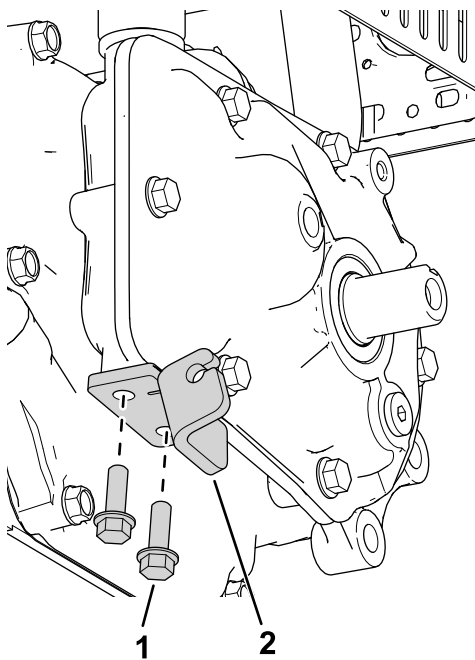

图 1
1. 如 图 1 所示用 2 个螺栓  $\frac{1}{4}$  x  $\frac{3}{4}$  英寸安装离合器板。